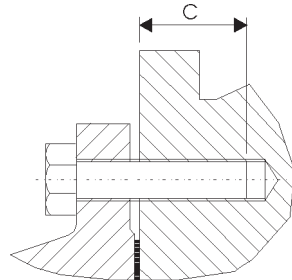

Fig. 3
- Voor het inbouwen van de meter in de buisleiding moeten 8.8-schroeven conform DIN 931 worden gebruikt. De lengte van de schroeven moet dusdanig worden gekozen, dat een inschroeflengte van C mm (tabel 2) in de meter is gewaarborgd (fig. 3). Het maximale aanhaalkoppel bedraagt 110 Nm.